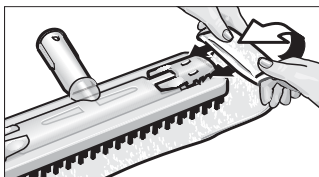

Рис. 3 Натягивание тряпки для мойки полов
- Прикрепите тряпку для мытья полов (G3) к форсунке для мытья полов (G1). Для этого сложите тряпку по ее длине пополам и поставьте на нее форсунку для мытья полов. Затем заведите выступающие концы тряпки один за другим под зажимы (G2) (см. рис. 3)